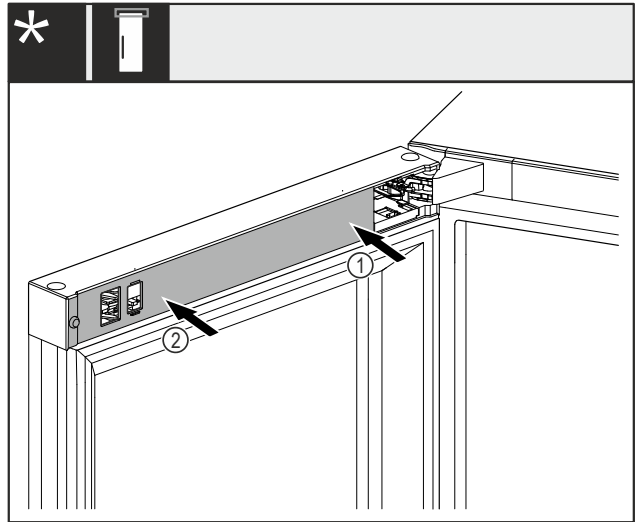

Fig. 33
- ▶ Afdekking Fig. 33 (1) eerst aan de lagerbokzijde plaatsen en vastklikken.
- ▶ Afdekking Fig. 33 (2) aan de buitenkant plaatsen en vastklikken.